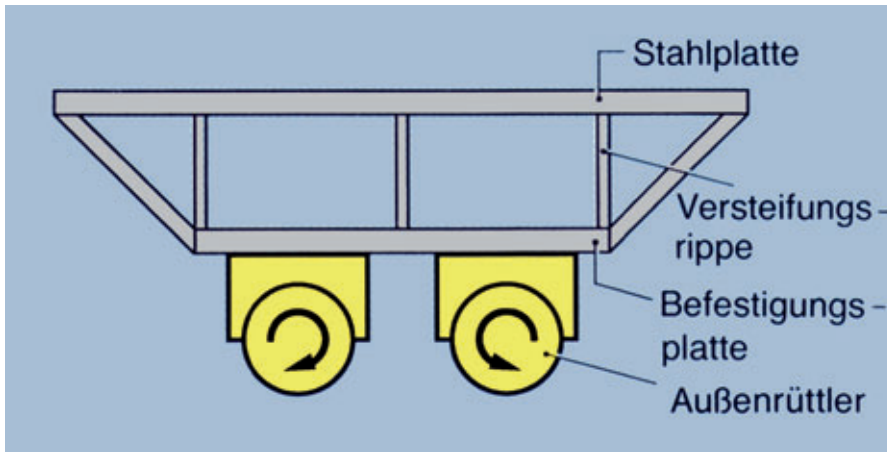

Abb. 3: Kleiner Rütteltisch mit Versteifungen
- Jeder Außenrüttler muss auf einer Platte von 15–20 mm Dicke befestigt sein. Diese Platte muss eben sein und sorgfältig an vorhandene Versteifungsprofile angeschweißt sein. Sollen lineare Schwingungen durch zwei gegenläufige Außenrüttler erzeugt werden, muss die Verbindung zwischen den Außenrüttlern absolut schwingungssteif sein, um eine Synchronisation zu ermöglichen (absoluter Gleichlauf der Außenrüttler). Dies wird erreicht durch ausreichende Versteifungen. Abbildung 3 zeigt ein Beispiel für solche Versteifungen.